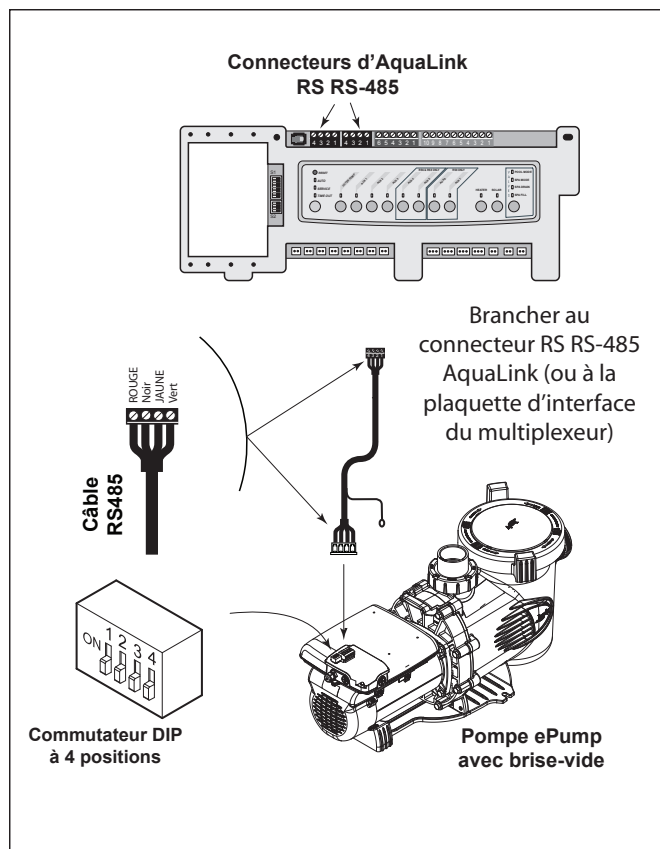

Figure 5. Brancher le régulateur AquaLink RS, AquaLink PDA ou AquaLink Z4 à la pompe ePump
- Débrancher le connecteur RS-485 de la pompe ePump avec brise-vide et attacher les quatre (4) fils dans le câble RS-485 au connecteur RS-485. Assortir les couleurs de fils avec les positions des connecteurs comme suit : 1 - rouge, 2 - noir, 3 - jaune, et 4 - vert. Voir la Figure 5.
- Faire glisser les commutateurs DIP 1 et 2 vers le bas, de manière à ce qu'ils soient à la position OFF. Voir la Figure 5.